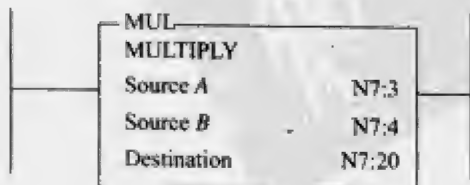

图 11-25
8. 参考图 11-25, 如果 N7:3 中的数据为 15, N7:4 中的数据为 4, 那么目的地址中的数据是多少?